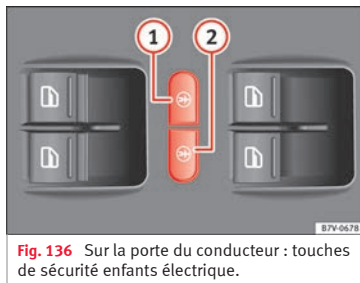

Fig. 136 Sur la porte du conducteur : touches de sécurité enfants électrique.
La sécurité enfants électrique empêche l'ouverture et la fermeture des portes coulissantes et des lève-glaces électriques des portes depuis l'intérieur, pour que les enfants n'ouvrent pas de porte pendant la conduite. La touche de gauche » fig. 136 ① ou de droite ② permet d'activer la sécurité enfant du côté arrière gauche ou droit respectivement.
Activation :	Appuyez sur la touche » fig. 136 ① ou ②.